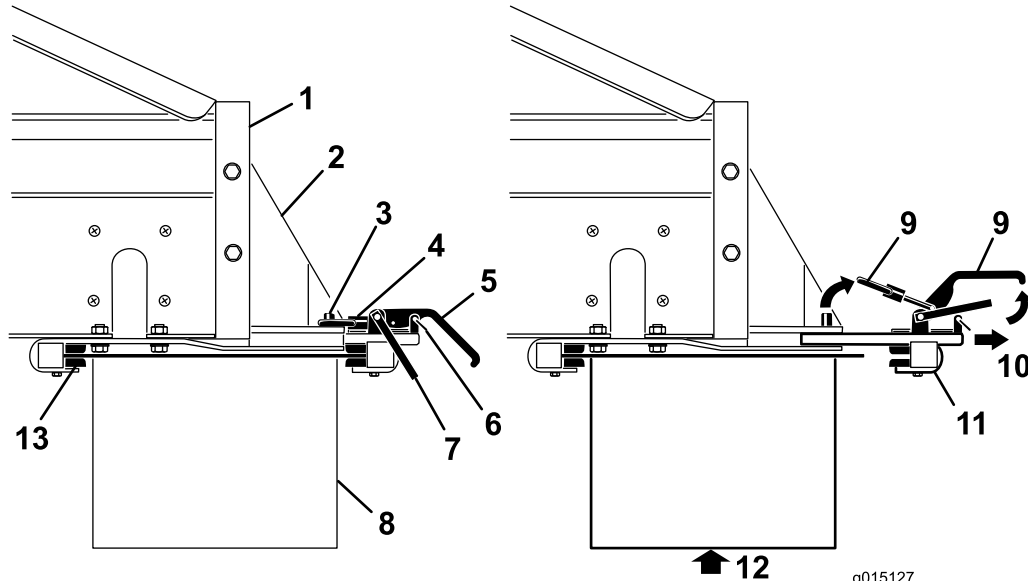

Bild 37
6. Setzen Sie die Vorderkante des Querbörderers bzw. Drehzapfens mit Hilfe einer anderen Person auf und unter das Heck des MH-400 in die vorderen Klemmen der Halterungen (Bild 37).
7. Stützen Sie den Querbörderer bzw. Drehzapfen ab und schieben dann die hintere Klemme des Anbaugeräts wieder in die Schlitze in den Halterungen und über die hintere Kante (Bild 37).
3. Entfernen Sie die Sicherheitsriegelclips von den Klemmgriffen (Bild 37).
4. Heben Sie zuerst den Sicherheitsriegel und dann die Klemmgriffe des Anbaugeräts an und lösen Sie die Arretierungsringe von den Arretierstiften (Bild 37).
5. Schieben Sie die hintere Anbaugerät-klemme aus den Schnellbefestigungsschlitzen (Bild 37).
9. Setzen Sie die Sicherheitsriegelclips wieder auf die Klemmgriffe (Bild 37).